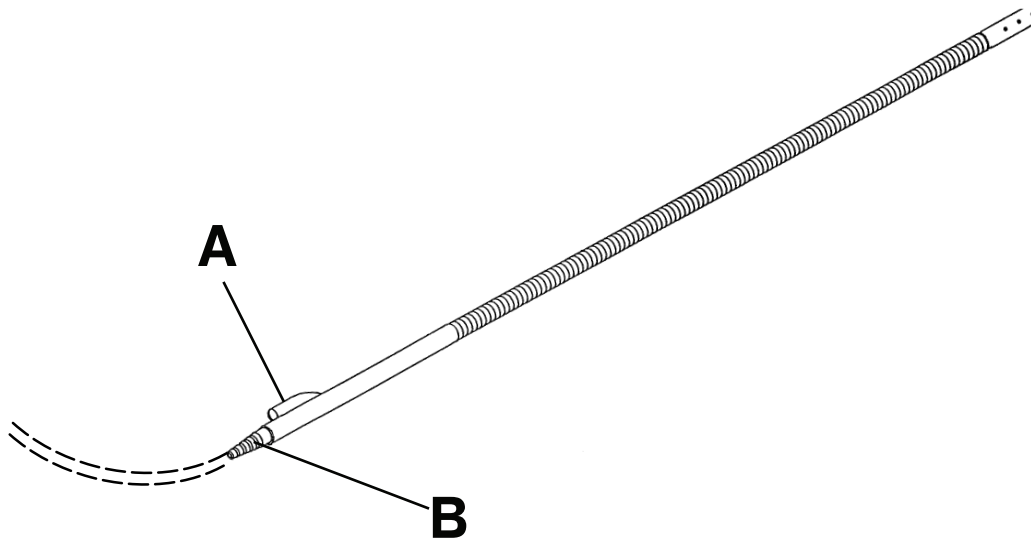

Abbildung 11 – Luftzufuhrschlauch
1. Den Befestigungsstift (A) in die Infusionsständeröffnung am Kopfende des Produkts einstecken.
2. Den Luftzufuhrschlauch in die Luftschlauchfassung einstecken (B) (Abbildung 11).